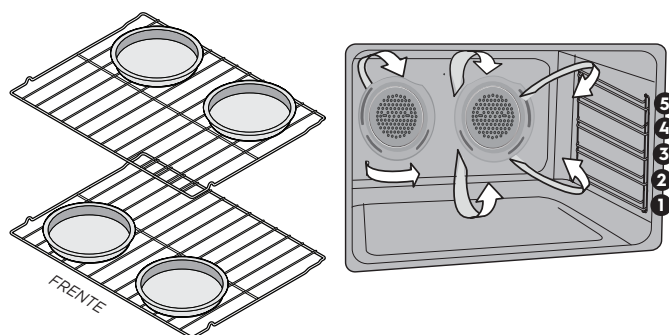

Figura 12: Posiciones de las bandejas para lograr mejores resultados al hornear pasteles en dos parrillas.
- Para hornear pasteles, use las siguientes posiciones de la parrilla y coloque los utensilios tal como se muestra en la Figura 12. En la parrilla superior, use la posición 5.